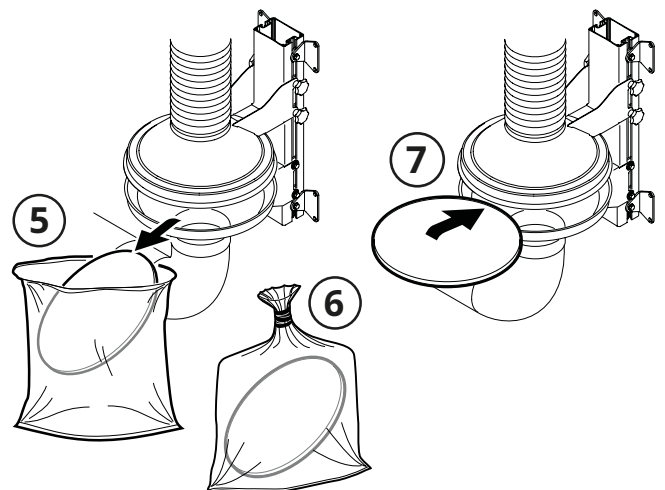

Fig. 18
4. Sortez le filtre en fil métallique du cône inférieur et placez-le dans le sac de filtre CFE PCW3 (5, **Fig. 18**). Scellez le sac (6) et jetez le filtre en fil métallique ou nettoyez-le à l'aide d'un détergent neutre et d'eau tiède.
6. Placez le filtre en fil métallique neuf ou nettoyé dans le cône inférieur (7), fermez et raccordez tous les éléments qui ont été détachés lors du démontage.